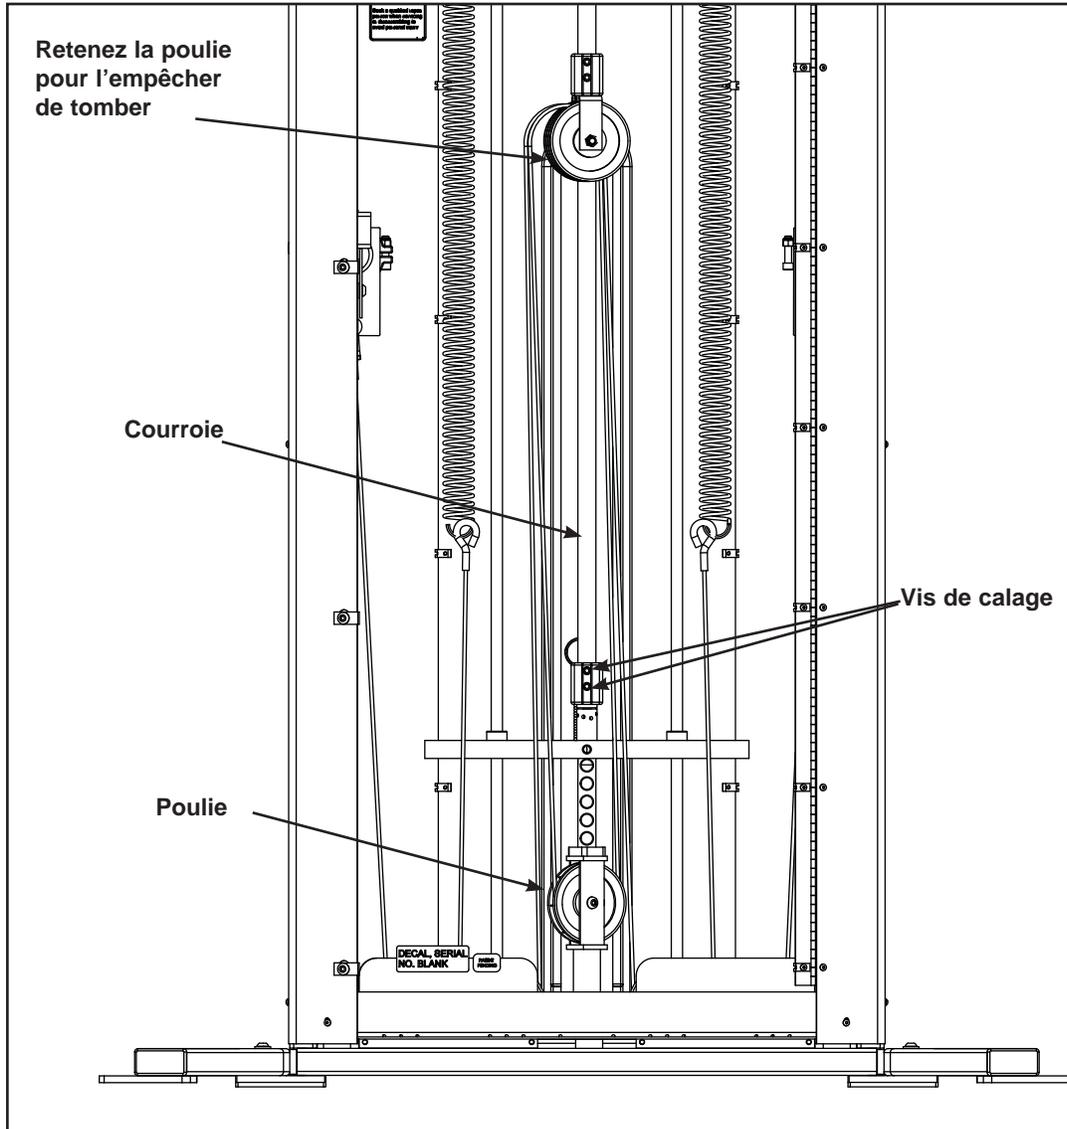

Figure 4
3. Retrait de la courroie (reportez-vous aux étapes 3A à 3C et à la figure 4).
A. Demandez à quelqu'un de tenir le haut de la poulie illustrée à la figure 4.